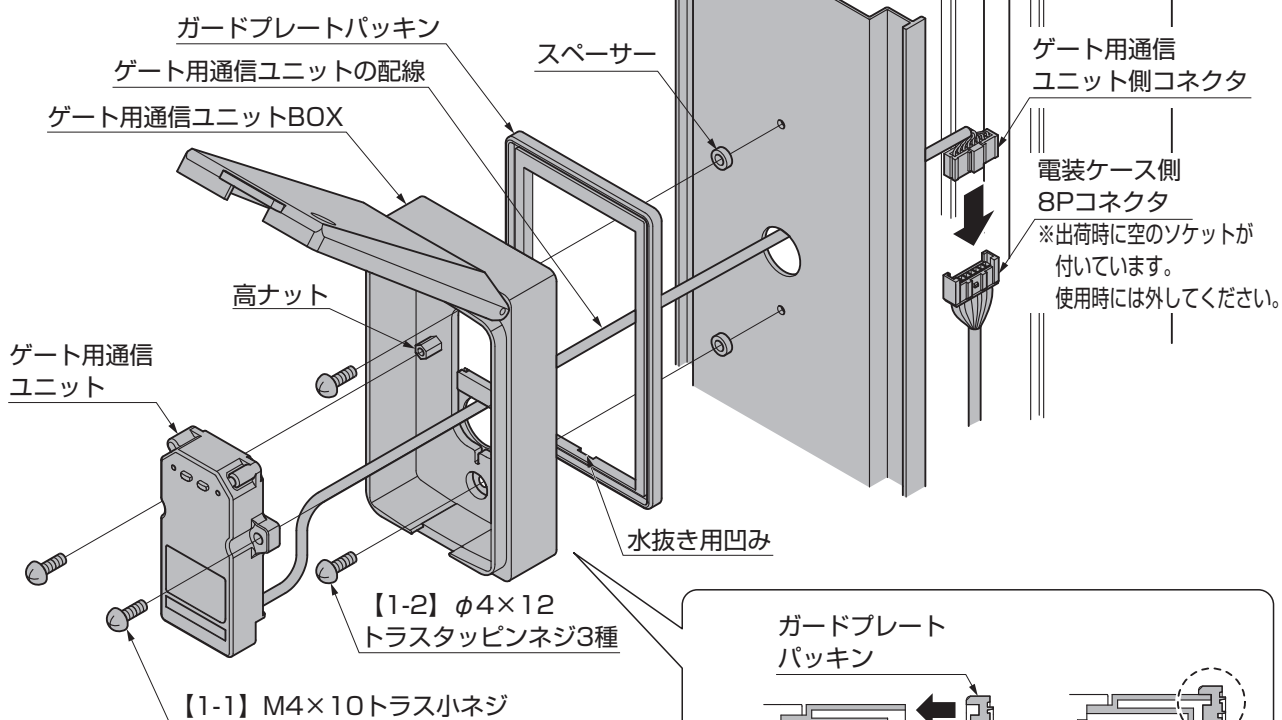

図2-1
- ①ガードプレートパッキンをゲート用通信ユニットBOXにはめこんでください。(図2-1参照)